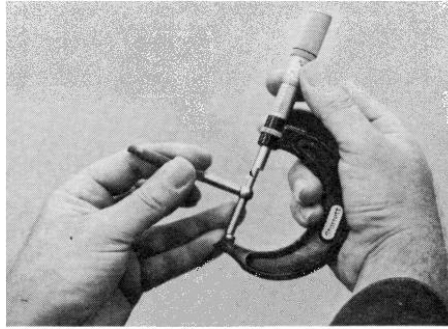

Fig. 8
- 2- Vérifier la mesure avec le micromètre pour obtenir le résultat (fig.8).